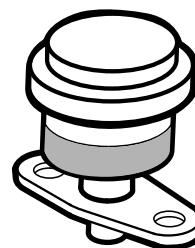

Figure 33
Faites l'entretien du préfiltre du filtre à air uniquement quand l'indicateur de colmatage (Figure 33) indique que cela est nécessaire. Changer le filtre à air prématurément ne fait qu'accroître le risque de contamination du moteur par des impuretés quand le filtre est déposé.
1. Contrôlez l'indicateur de colmatage du filtre. Si l'indicateur est rouge, remplacez le filtre à air (Figure 33).